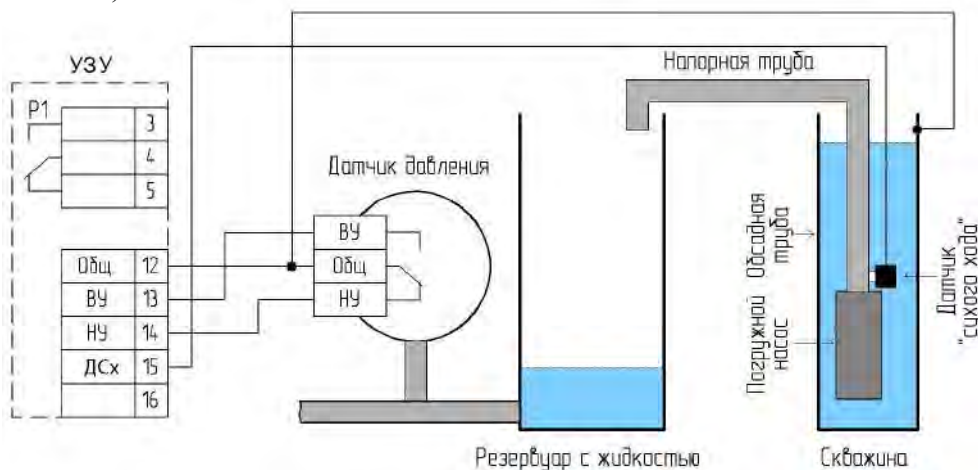

Рис. 3 Включение электродвигателя в режиме работы «датчик давления»
1) при снижении уровня жидкости в резервуаре, давление на датчик уменьшается, достигнув значения нижней уставки («НУ»), происходит автоматическое включение электродвигателя насоса для подачи жидкости в резервуар (см. Рис.3).